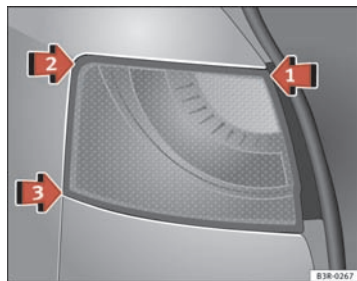
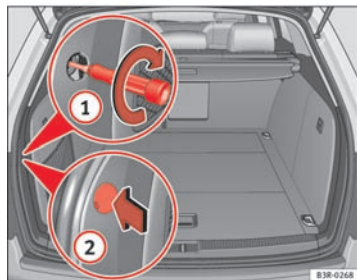

Fig. 232 Repose du feu arrière
Fig. 233 Coffre à bagages : vis de fixation de feu arrière
- Posez le feu arrière sur le support de feu arrière au niveau de la ⇒ fig. 232 flèche ①.
- Appuyez légèrement sur le feu arrière pour qu'il s'encastre dans le support de feu arrière tout d'abord au niveau de l'emplacement ② puis ③ jusqu'à ce que les clips soient bien en place dans les patins en caoutchouc.
- Appuyez légèrement sur la partie supérieure du feu arrière et fixez le feu à l'aide de la vis à partir du coffre à bagages ⇒ fig. 233 ①.
- Reposez le cache en orientant l'évidement vers l'arrière ② devant la vis.